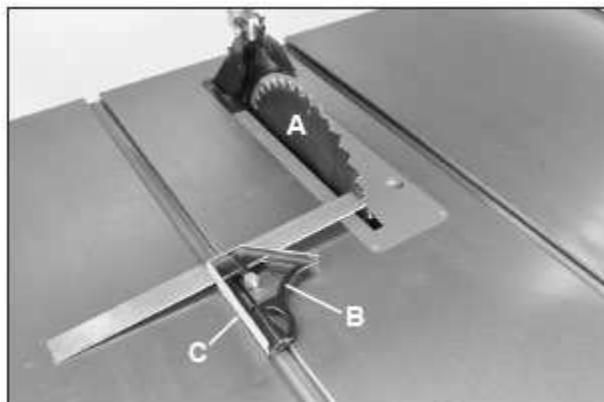

Рис. 30
1. Поднять пильный диск (рис. 30, А) в самое верхнее положение маховиком, расположенным спереди станка.
2. Поставить комбинированный угольник (рис. 30, В) на стол одной кромкой угольника на левый паз приспособления для пиления под углом (рис. 30, С).